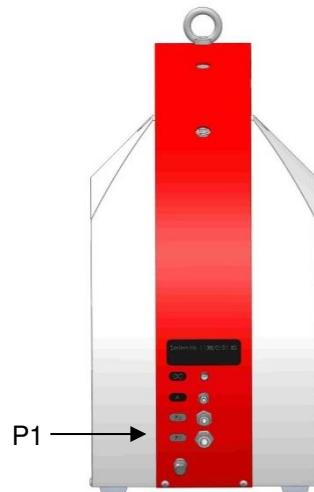

Fig. 8.03
Reliez le raccord **P1** de la machine avec le tuyau Ø 8/6 mm au système d'air comprimé. (Fig. 8.03, Pos. 1)
- La décompression de la machine intervient uniquement par débranchement du tuyau pneumatique principal. (Fig. 8.03, Pos 1)